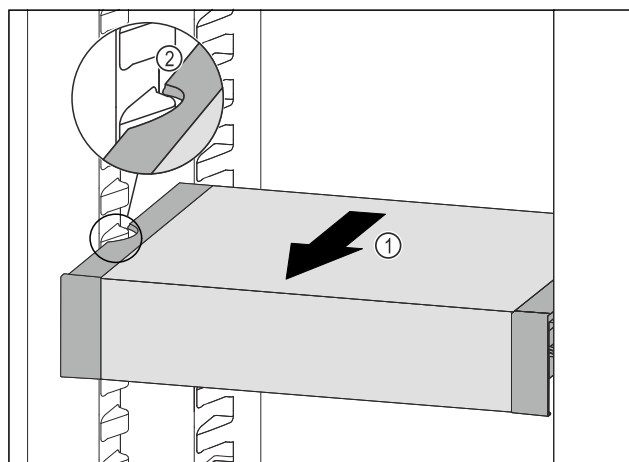

Fig. 96
- ▶ Trageți în față VarioSafe Fig. 96 (1), până când degajările laterale ale VarioSafe se află la înălțimea nervurii recipientului din frigider. Fig. 96 (2)